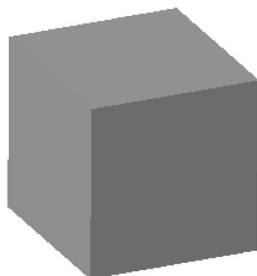

图 10-35 以“相同”方式延伸曲面
STEP 04 打开“延伸”选项卡，在“输入值”文本框中输入“50”，按〈Enter〉键确认，单击“完成”按钮，即可用“相同”的方式延伸曲面，效果如图 10-35 所示。